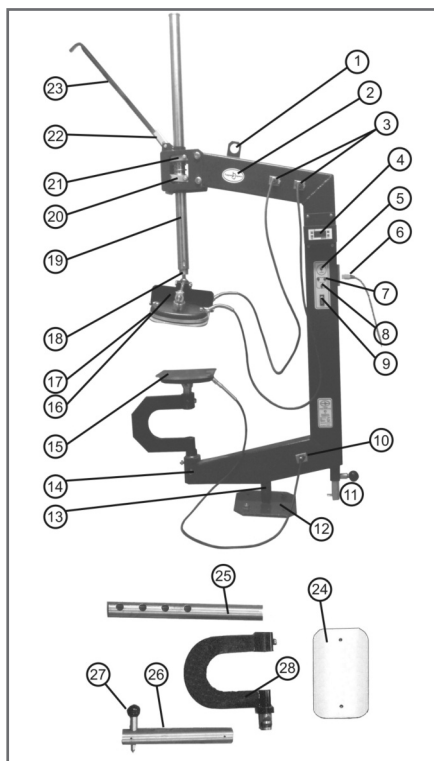

рис. 1
- Закрепить кронштейн для настольного крепления на рабочем столе или на специальной подставке для вулканизатора (стойке), см. рис.1.
- Вставить загнутый конец съемной рукоятки между зажимными пластинами (поз. 20, 21, см. рис. 1), затем нажатием на одну из них расфиксировать и опустить шток с нагревателем вниз так, чтобы он был как можно ближе к поверхности шины.
- Установить съемную рукоятку в отверстие рычага (поз. 22, рис. 1) и, перемещая её вверх-вниз, прижать верхний нагреватель к шине так, чтобы ограничительный штифт переместился в верхнее положение по центру верхней ограничительной риски (рис. 6).